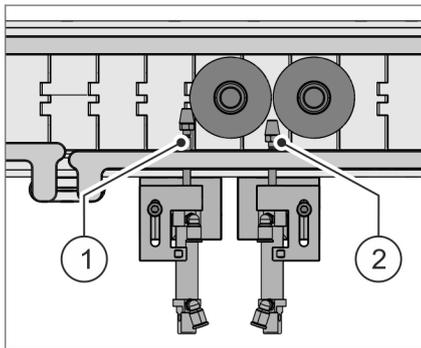

Abb. 50 Vereinzeln einstellen
- Beide Zylinder **Abb. 50**/① + ② manuell komplett herausziehen.
- Darauf achten, dass der linke Zylinder **Abb. 50**/① die linke Flasche leicht berührt.
- Darauf achten, dass der rechte Zylinder **Abb. 50**/② mittig zwischen den beiden Flaschen positioniert wird, ohne die Flaschen zu berühren.